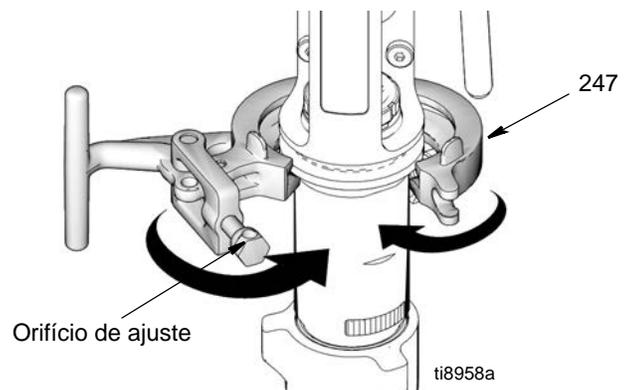

FIG. 22
3. (Fig. 22) Feche a braçadeira (247) em torno da bomba (111) e empurre para fechá-la.